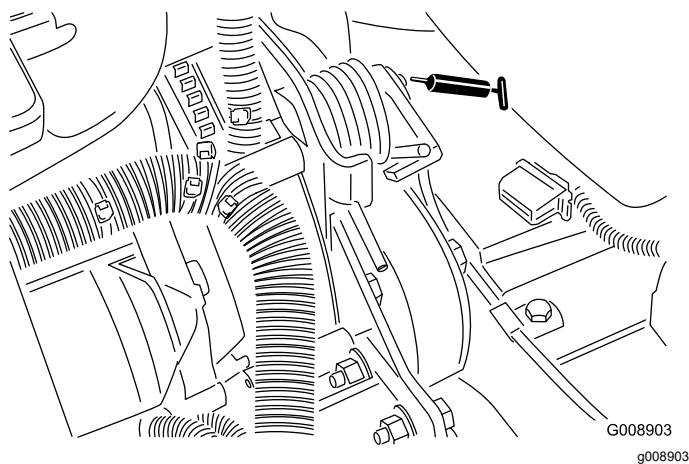

Рисунок 62
- Ось поворота механизма натяжения ремня (Рисунок 62)